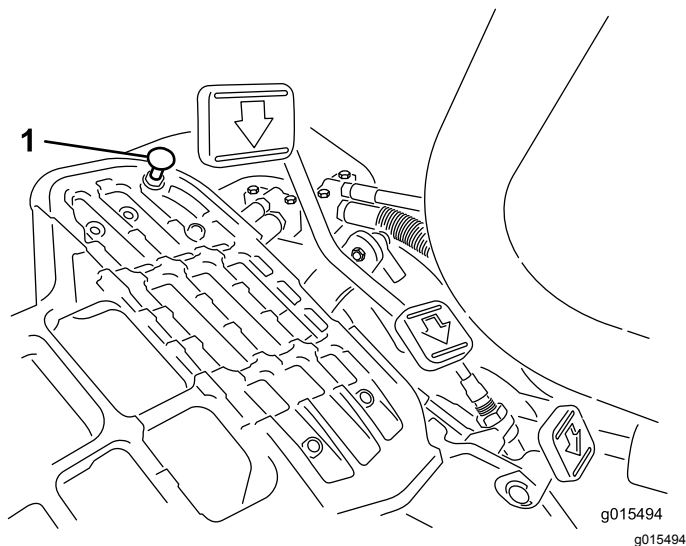

Bild 33
(Bild 33), bevor das Kabel gespannt ist, führen Sie folgende Einstellungsschritte aus:
1. Stellen Sie den Funktionsschalthebel in die TRANSPORT-Stellung. Lösen Sie die Sicherungsmutter, mit der der Pedalanschlag an der Bodenplatte befestigt ist (Bild 33).